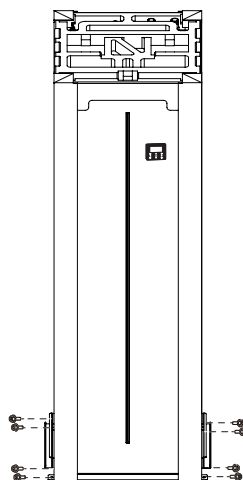

Abb. 2-5
- Entfernen Sie die 8 Schrauben des Blechs und nehmen Sie das Blech ab (siehe Abb. 2-5).